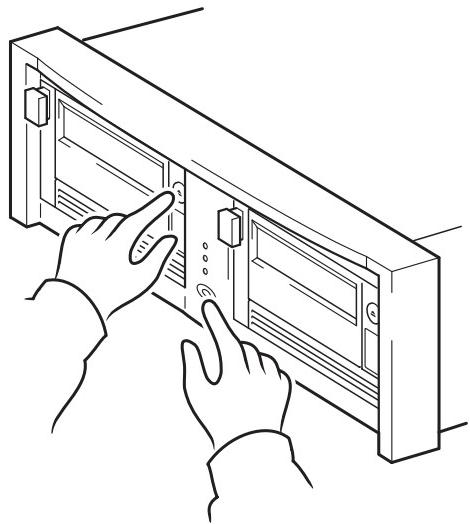

Figura 10b: uso de HP OBDR, paso 2
- 2** Mantenga presionado el botón de expulsión. de la unidad de cinta. Con el botón de expulsión presionado, encienda matriz de cintas del servidor y la del servidor (véase la Figura 10b). Esto activa el proceso de HP One-Button Disaster Recovery. Suelte el botón cuando parpadee el LED Preparado del panel frontal en la secuencia OBDR. Dicha secuencia consiste en el siguiente patrón: parpadeo-encendido-parpadeo.